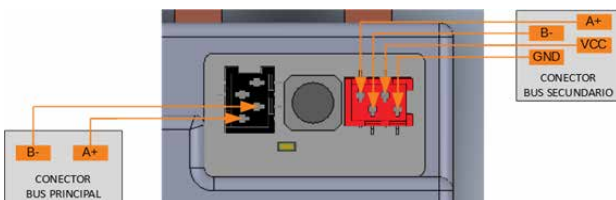

Figura 3 Detalle de los conectores CcM2
- **CONECTOR BUS PRINCIPAL NEGRO** (detalle Figura 3): Bus de conexión RS-485 (sin alimentación). Está compuesto por las dos señales de datos (A+ y B-) necesarias para comunicarse con el resto de dispositivos de dicho bus. En este bus irán conectados otros dispositivos principales de esta familia, como son el CcM4, CcM3 o CcM2.
- **CONECTOR BUS SECUNDARIO ROJO** (detalle Figura 3): Bus de conexión RS-485. Está compuesto por las dos señales de alimentación (VCC y GND) y las dos señales de datos (A+ y B-). En este bus se conectarán los dispositivos secundarios, los cuales se comunicarán con el dispositivo CcM2, encargado de gestionar el bus como maestro del mismo.